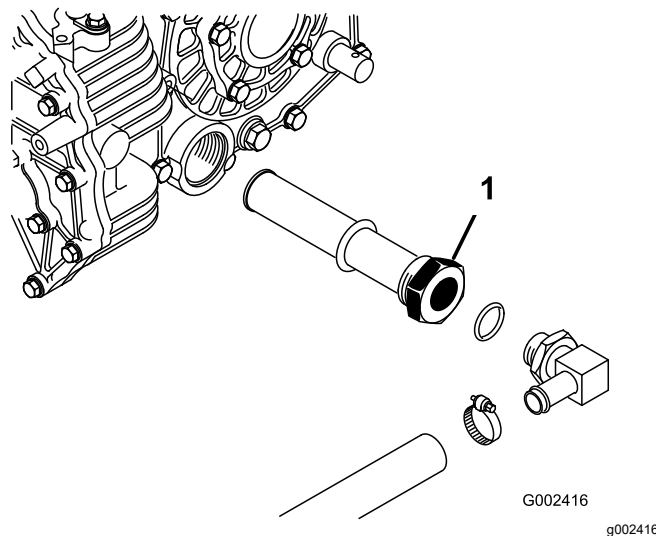

Figure 72
3. Notez l'orientation du flexible hydraulique et du raccord à 90° raccordé à la crépine sur le côté du réservoir (Figure 72).